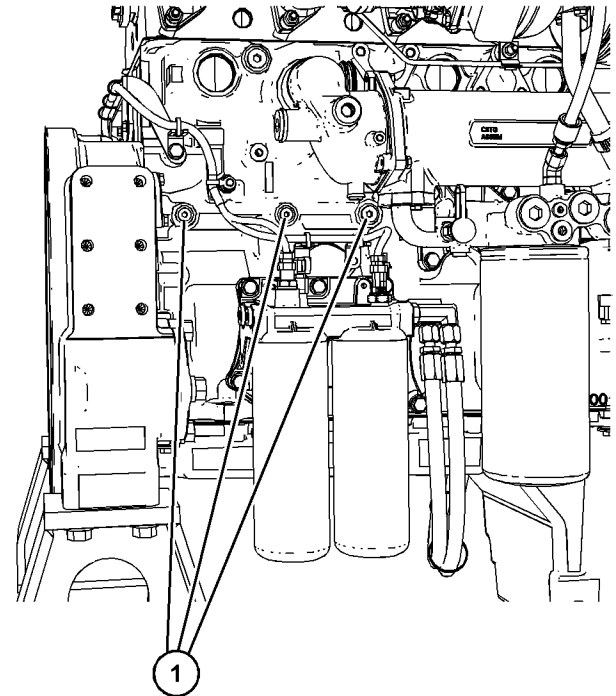

Abbildung 42
Einen der in Abbildung 42 gezeigten Stopfen entfernen, um mit dem Motorölsystem zu verbinden. Das Verbindungsteil benötigt die Maße 9/16" x 18 TPI (Gangzahl je Zoll). Darauf achten, dass die richtige Ölsorte verwendet wird; zu weiteren Informationen siehe dieses Betriebs- und Wartungshandbuch, "Flüssigkeitsempfehlungen". Wenn die Motorinnenflächen geschmiert sind, Verbindungsteil entfernen und Stopfen (1) einschrauben. Den Stopfen mit einem Anziehdrehmoment von 30 N·m (265 lb in) festziehen. Perkins empfiehlt, das Verfahren bei einer Umgebungstemperatur von mindestens 10° C (50° F) durchzuführen.